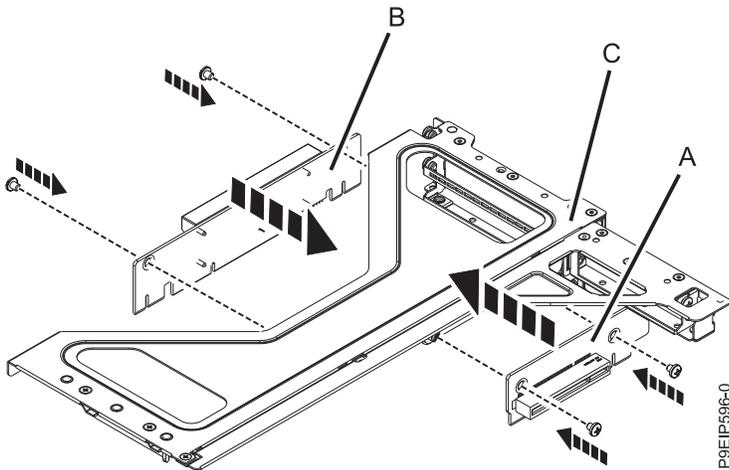

Figura 29. Cómo volver a colocar las tarjetas de expansión PCIe en la caja del adaptador PCIe
5. Si tiene que volver a colocar la tarjeta de expansión PCIe (A) o (B); vuelva a colocar los tornillos que fijan la tarjeta de expansión PCIe al soporte de tarjeta de expansión PCIe (C), tal como se muestra en la Figura 29 en la página 32.